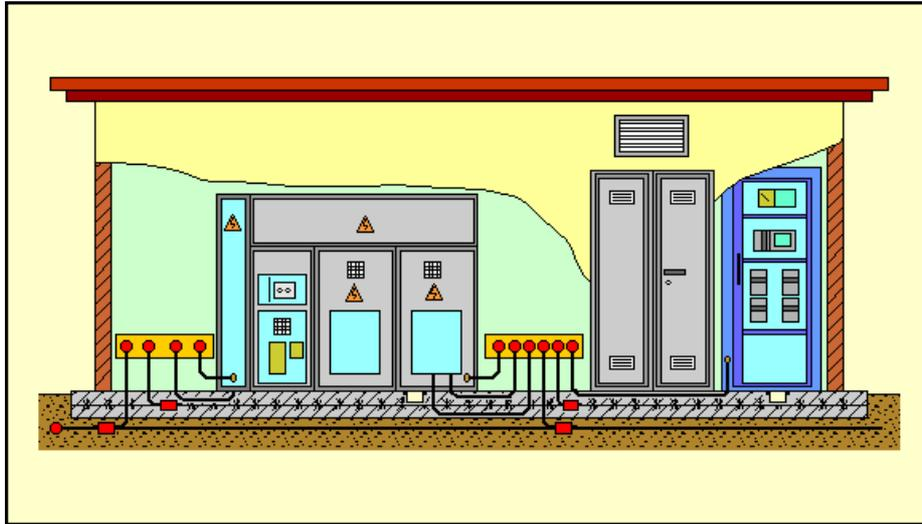

Fig. 2
- **Documentazione e verifica dell'impianto di terra:** presso la cabina o impianto deve trovarsi anche l'esito delle verifiche periodiche di legge condotte sull'impianto di terra secondo il DPR n. 462/01 - fig. 2 (esempio di impianto di terra in cabina)